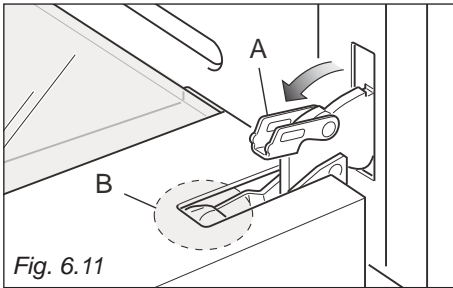

Fig. 6.11
- Låskrokarna "A" öppnas på höger och vänster sida (Fig. 6.11).